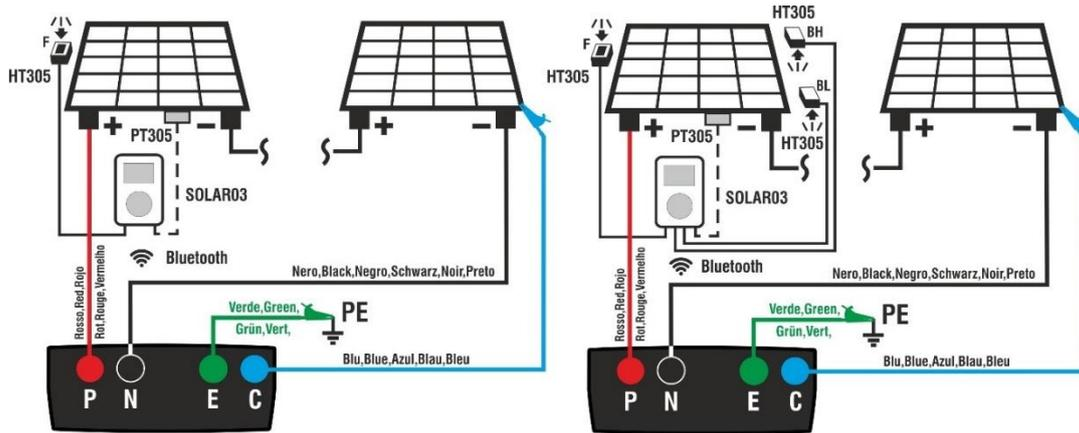

Fig. 11: Uso con SOLAR03 in connessione diretta su moduli Mono/Bifacciali
2. Collegare lo strumento al modulo/stringa in prova ed eventualmente al nodo principale di terra dell'impianto e alle masse metalliche messe a terra come mostrato in Fig. 11. In particolare:
- **Nel caso di moduli Bifacciali** → posizionare le **3 celle di riferimento HT305** sul piano frontale del modulo (**F**), sulla parte posteriore superiore (**BH=BackHigh**) e sulla parte posteriore inferiore (**BL=BackLow**) del modulo. Collegare la cella di riferimento frontale (F) all'ingresso "**INP1**", la cella di riferimento BH all'ingresso "**INP2**", la cella di riferimento BL all'ingresso "**INP3**" ed **eventualmente** la sonda di temperatura **PT305** all'ingresso "**INP4**" dell'unità remota. In accordo alla normativa IEC/EN60904-1-2, lo strumento calcola il valore di Irraggiamento frontale equivalente (**Irreq**) che corrisponde all'Irraggiamento sul solo piano frontale producendo gli stessi effetti dell'Irraggiamento rilevato su entrambe le facce tenendo conto del **coefficiente di bifaccialità** (φ) del modulo in base alla seguente relazione: